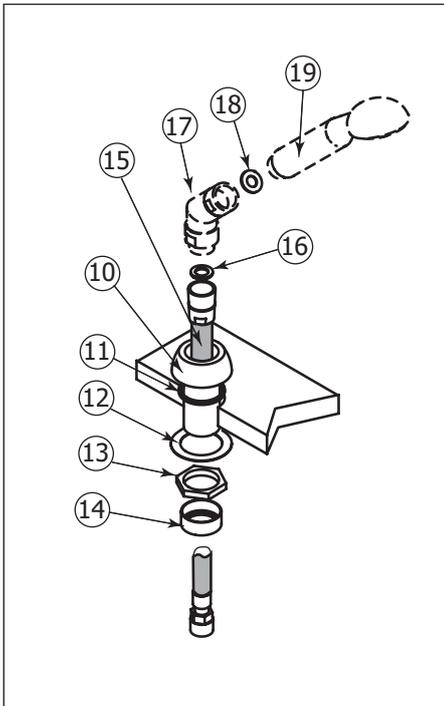

Fig.5
- Remove the protective ring (14) from the handshower base (decorative flange) (10), threaded rod and o-ring (11). Insert the base into the deckmount hole. Secure with supplied tie-down kit (12 & 13). Insert the protective ring (14) back onto the base (10). Fig.5.
- Insert the chrome hose (15) into the base hole (smaller 3/8 hex nut end) first. Then connect the other end of the hose (including washer (16)) to the handshower elbow (17). Finally, connect the handshower and the handshower elbow with washer (18). Tighten firmly.
- Enlever l'anneau protecteur (14) de la base de douchette (rosace décorative) (10), tige filetée et la rondelle (11). Insérer cette base dans le trou de la surface. Ensuite la fixer avec l'écrou de retenue (13) et la rondelle (12). Fig.5.
- Insérer le raccord Hex 3/8" (le raccord plus petit) du boyau en chrome dans le trou de la base. Ensuite, raccorder l'autre bout du boyau (incluant la rondelle en caoutchouc (16)) au coude de la douchette (17). Raccorder ensuite la douchette et boyau avec la rondelle (18). Bien serrer.